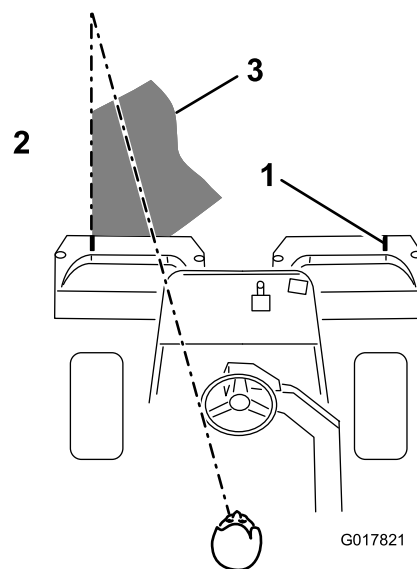

図 39
1.8 から 3 m のところに視線を置いて、刈り込み済みの済んでいる列にラインを合わせるようにするのがコツです (図 39)。ハンドルを目印にして距離を合わせても良いでしょう。その場合、ハンドルの縁と本機前方の目標ラインとを重ねて見ながら運転します (図 39)。